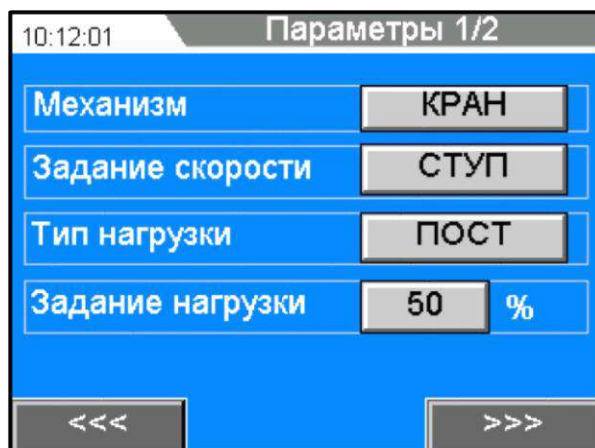

Рисунок 4 – Окно «Параметры 1/2» в ПЛК №1
10.12.101. Перейдите на панели ПЛК №1 в окно «Параметры 1/2» и выберите механизм «Насос», нажав на кнопку напротив надписи «Механизм» (смотрите рисунок 4).
10.12.102. Выберите в этом же окне «параметры 1/2» способ задания скорости «Линейное» (ЛИН), нажав на кнопку напротив надписи «Задание скорости» (смотрите рисунок 4).
10.12.103. Выберите в этом же окне «параметры 1/2», переменный момент нагрузки (ПЕРЕМ), нажав на кнопку напротив надписи «Тип нагрузки» (смотрите рисунок 4).